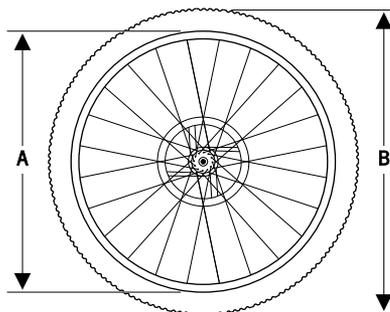
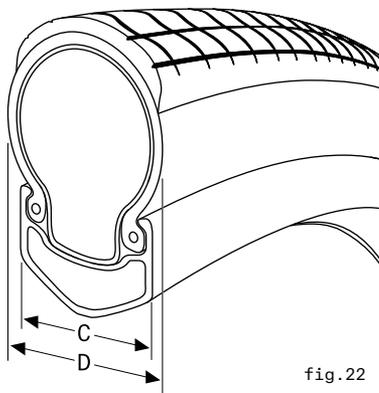

fig.21
fig.22
Les jantes et les pneus sont offerts dans une vaste gamme de diamètres (fig.21) et de largeurs (fig.22). Le diamètre nominal de la jante (A) doit correspondre au diamètre nominal du pneu (B) et la largeur de la jante (C) doit